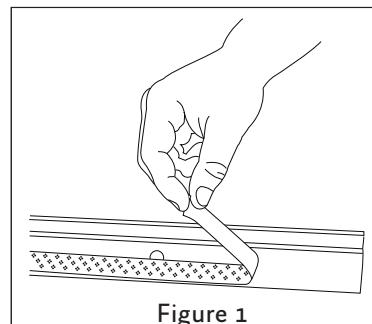

Figure 1
1. Retirez le ruban de protection de la joint (voir Figure 1).